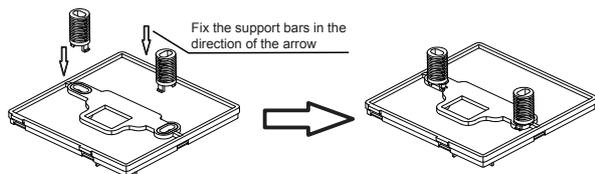

Figura 3.5
**3-3-3** Cuando haya ajustado la altura de las barras de soporte, coloque las varillas de la cubierta posterior. (Ver figura 3.5).